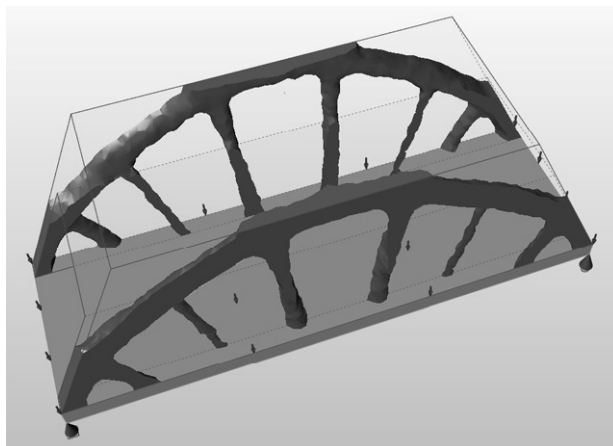

图 4-58
2) 调整视图，以获得最佳的可以俯视桥体的角度，如图 4-58 所示。